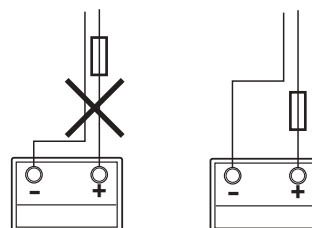

Abb. 49
- Die beiden Leitungen zum Pluspol und zum Minuspol müssen bis nach der Sicherung in der Plusleitung räumlich getrennt verlegt werden (Abb. 49).